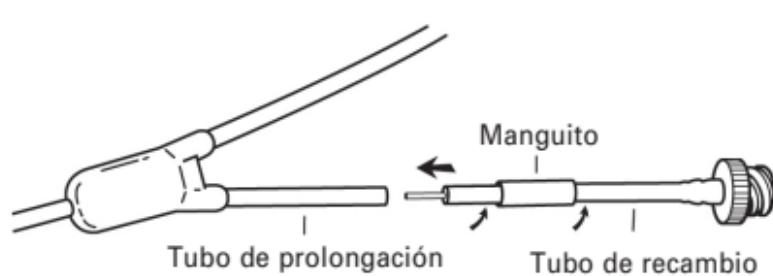

Fig. 12
3. El extremo del tubo de recambio tiene precargada una cánula metálica. Deslizar la cánula metálica mediante un movimiento de rotación en el interior del tubo de prolongación hasta que el tubo de recambio esté a unos 2-3 mm del primero (Fig. 12).